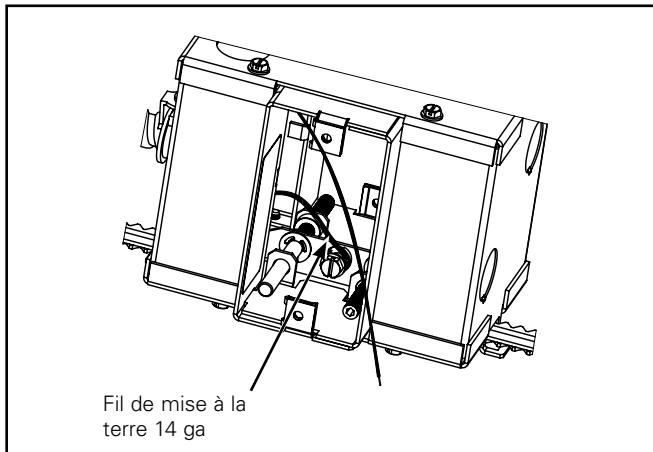

Figure 3.
3. Raccordez le fil de mise à la terre entrant de 14 ga du conduit à la vis verte de mise à la terre/rondelle à colerette (Figure 3).